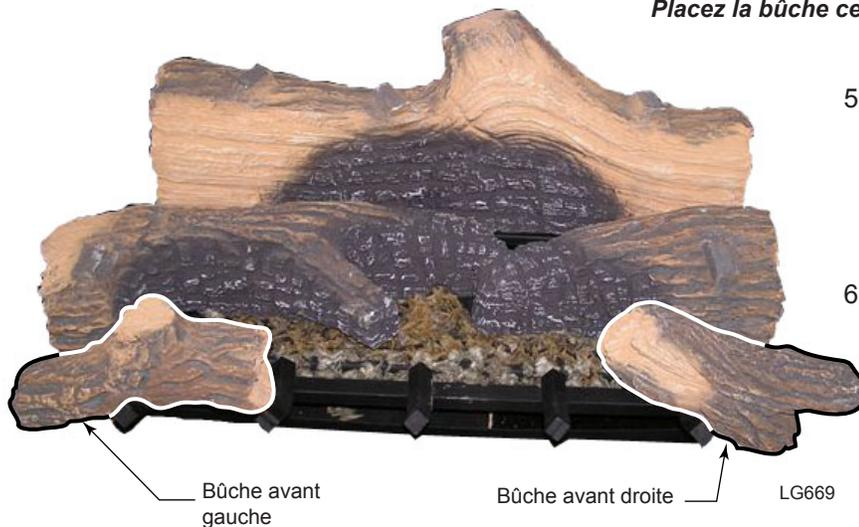

Figure 62 -
5. Placez la bûche avant gauche en plaçant l'encoche se trouvant à la partie inférieure de la bûche sur la barre à l'extrême gauche de la grille, en déposant l'extrémité droite de la bûche sur la deuxième barre gauche de la grille. *Figure 62*
6. Placez la bûche avant droite en plaçant l'encoche se trouvant à la partie inférieure de la bûche sur la barre à l'extrême droite de la grille et en déposant la bûche sur la patte de la grille. *Figure 62*